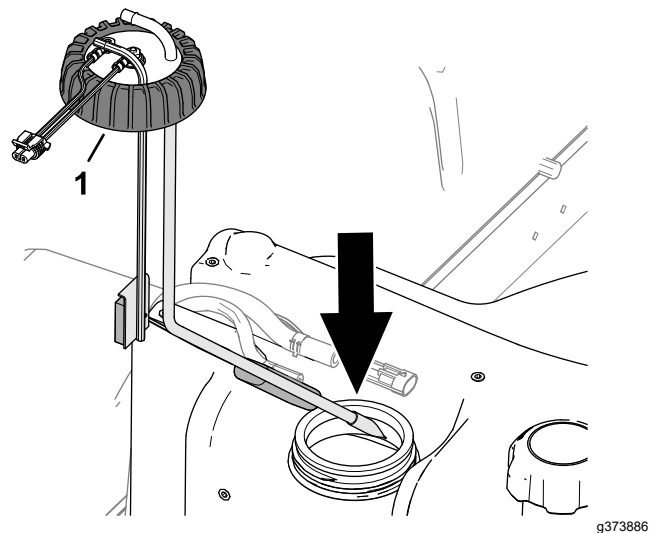

Figura 128
2. Montați cu atenție tubul de colectare a combustibilului și flotorul în rezervorul de combustibil (Figura 128).